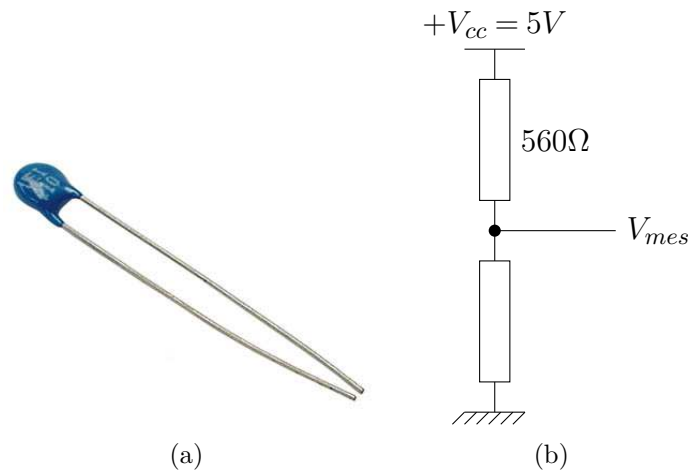

FIGURE 2 – Thermistance CTN
On s'intéresse à une thermistance à coefficient de température négatif (CTN), c'est à dire à une résistance dont la valeur décroît quand la température augmente. Celle-ci est représentée à la FIGURE 2.
12. Les batteries doivent se mettre automatiquement en protection lorsque la température de  $110^\circ \text{C}$  est détectée. La thermistance est insérée dans un pont diviseur conformément à la FIGURE 2. Quelle est la tension correspondante à cette température limite d'après le constructeur ? D'après votre modèle ?